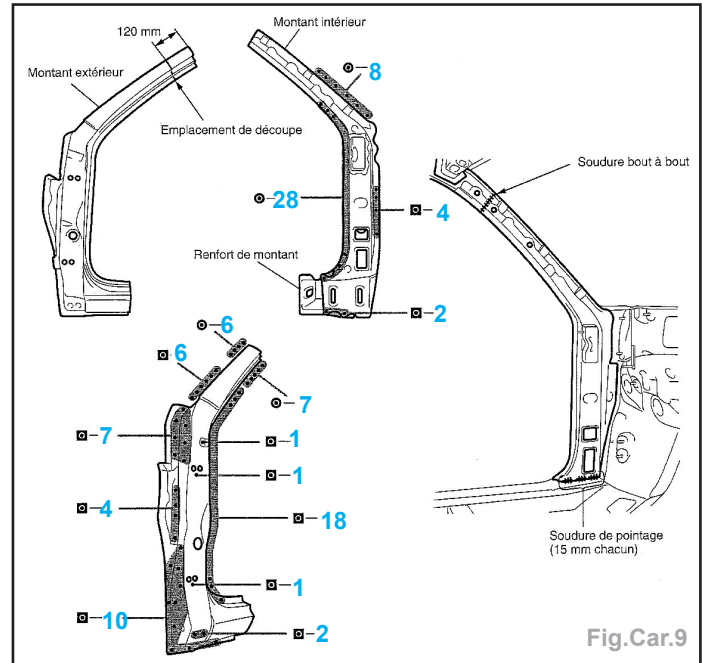

Fig.Car.9
- Préparer, découper les pièces neuves aux dimensions de la zone à remplacer et percer les zones d'accostage nécessitant un soudage par bouchonnage (Fig.Car.9).